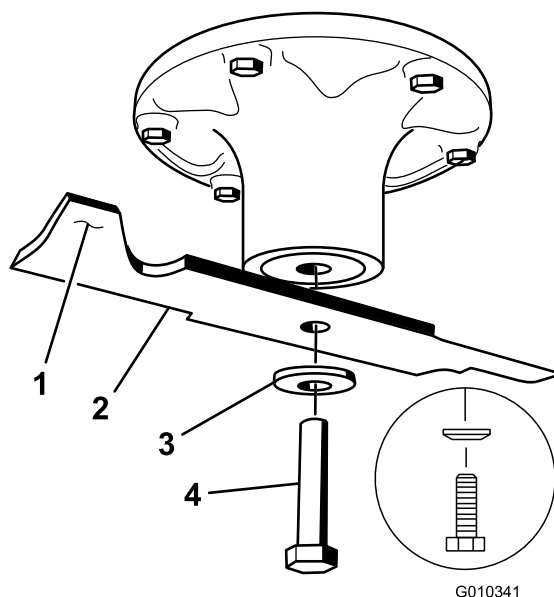

Figura 70
- Retire a cavilha da lâmina, a anilha curva, e a lâmina do eixo (Figura 70).